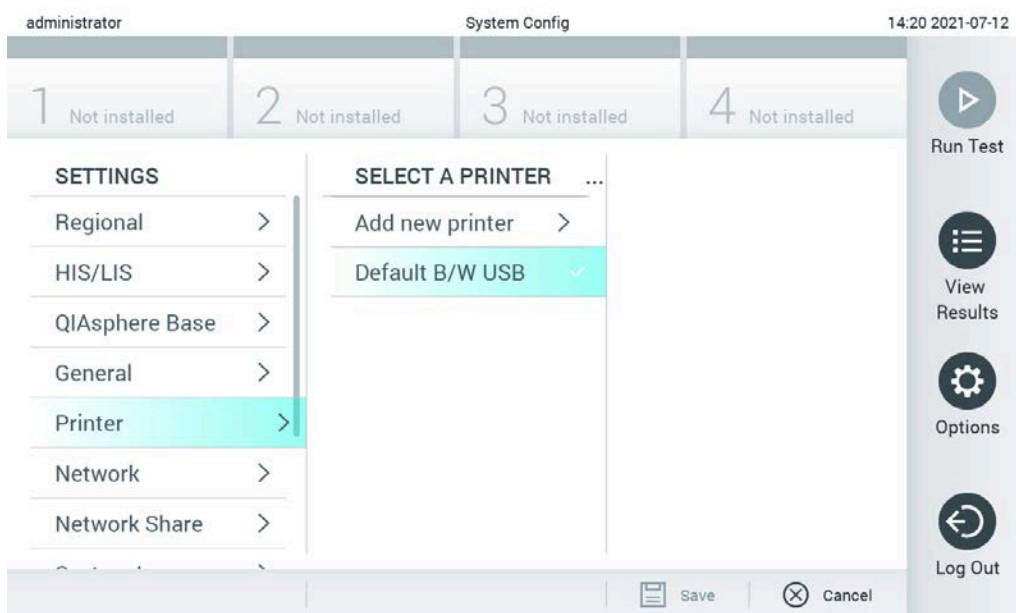

Рис. 99. Установка принтера с драйвером по умолчанию
2. Выберите принтер по умолчанию с названием Default B/W USB (рис. 99)